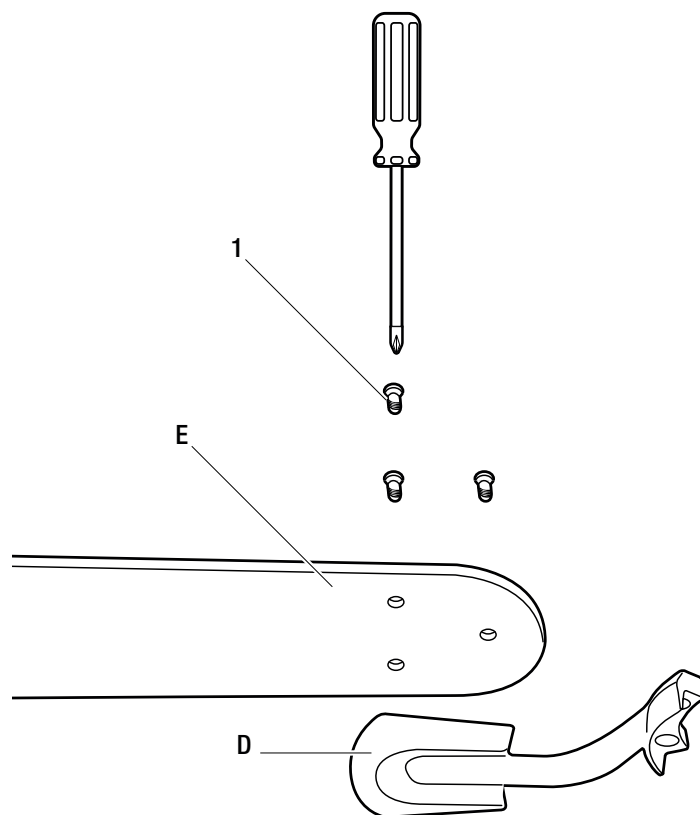

Figura 10
- Monte los porta aspas (D) a las aspas del ventilador (E) usando los tornillos (1) proporcionados – 3 por aspa (Figura 10). Note que las arandelas de goma están preinstaladas al porta aspas (D).